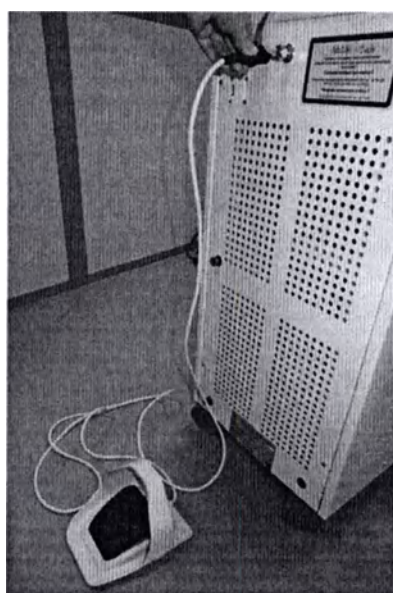

Рис. 3.15 – Подсоединение педали к прибору
3.3.6.1 Вставьте разъем на кабеле педали в разъем прибора как показано на рис.3.15 и закрутите его.